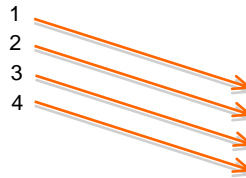

Figure 1
### 3.1- Signalisation lumineuse (Figure 1)
Le raccordement du connecteur de la télécommande commute automatiquement le contrôleur en mode télécommande, le voyant « Remote » (2) de la figure 1 s'allume. Les inverseurs de la face avant deviennent inopérants.